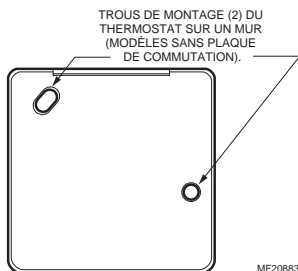

Fig. 2. Emplacement des trous de montage sur les modèles sans plaque de commutation.
6. Utiliser le trou de montage dans la partie supérieure gauche et celui du côté droit pour fixer le thermostat au mur à l'aide de vis. Voir la Fig. 2.